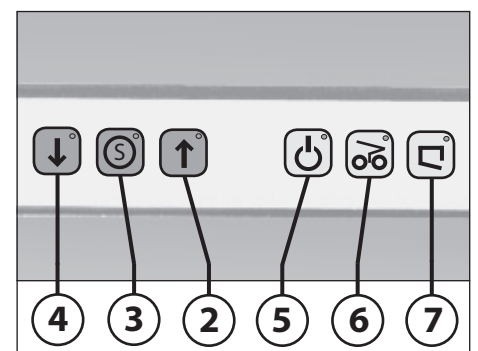

fig. 2
1. Enclencher le commutateur principal (1) (position „1“).
2. Appuyer le bouton poussoir marche avant (2) (fig. 2) et le bloc de coupe se met en marche.
**2 = Touche marche avant (fig. 2)**
**3 = Touche stop „S“ (fig. 2)**
**4 = Touche marche arrière (fig. 2)**
**5 = Voyant de contrôle (fig. 2)**